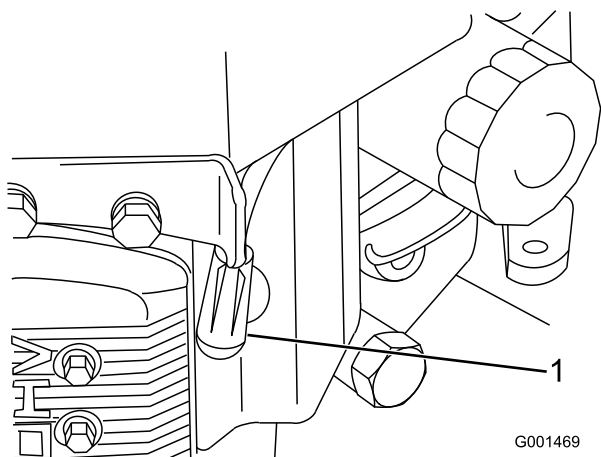

Figure 29
3. Débranchez les bougies (Figure 29).